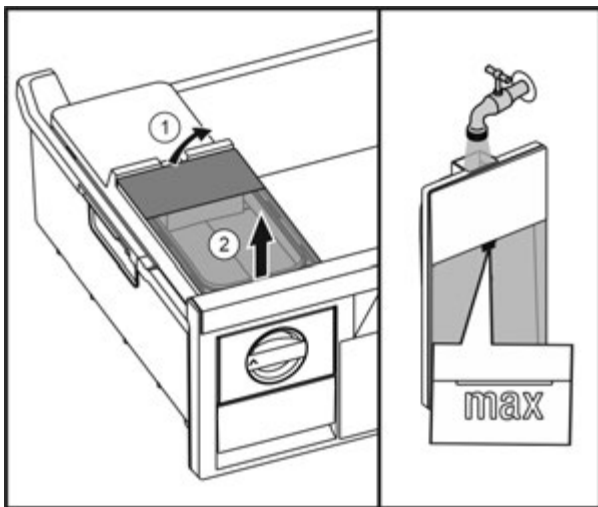

Fig. 38
- ▶ Підняти бак для води ззаду Fig. 38 (1) та вийняти вгору Fig. 38 (2).